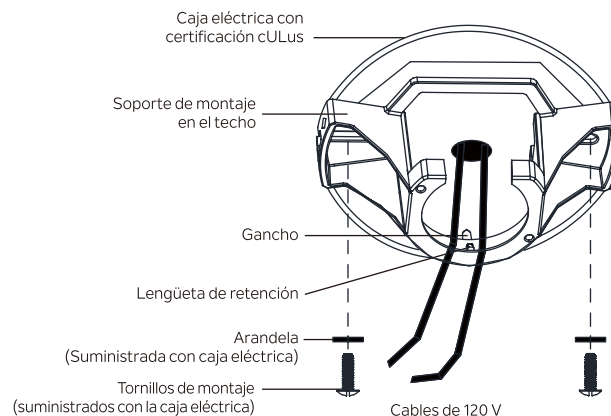

Figura 5
Paso 1. Pase los cables de suministro de 120 voltios a través del orificio central del soporte de montaje en el techo como se muestra en la **(Figura 5)**.
Paso 1. Pase los cables de suministro de 120 voltios a través del orificio central del soporte de montaje en el techo como se muestra en la **Figura 5**.